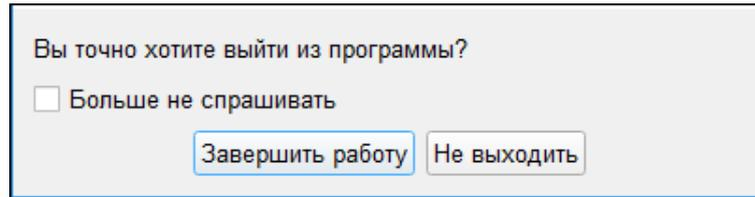

Рис. 3
3.2.3.2. Завершение работы происходит с автоматическим сохранением активных карт. Для подтверждения выхода используется диалоговое окно завершения работы (рис. 3).